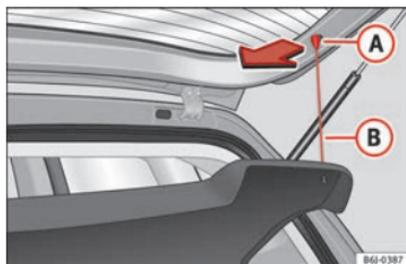

Fig. 159 Pianale portaoggetti.
- Sganciare i tiranti » fig. 159 B dagli alloggiamenti A.